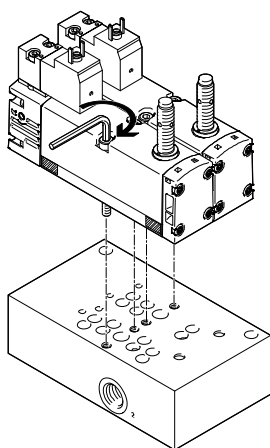

Fig. 11 Fixação das válvulas de acionamento elétrico no bloco de comando
7. Colocar a válvula de acionamento elétrico no bloco de comando (→ Fig. 11) e apertar os 2 parafusos de fixação com uma chave Allen SW3 (torque permitido: $2 \text{ Nm} \pm 10 \%$).